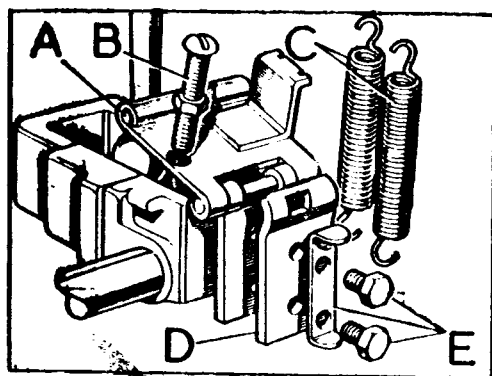

Fig. C-70 Conjunto del tope de marcha atrás
- 1.2. Extraer el tornillo ajustador, B (Fig. C-70).